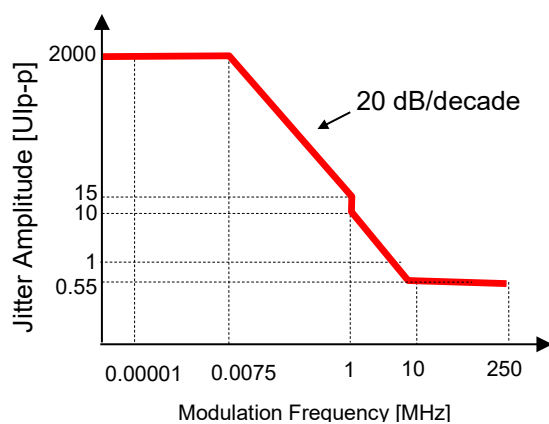

図 3.5-4 ジッタ付加総量 (64G MUX 連動時)
0.007501~1.00000	20 dB/decade (図 3.5-4) + 0.3
1.001000~10.000000	(図 3.5-4) + 0.3